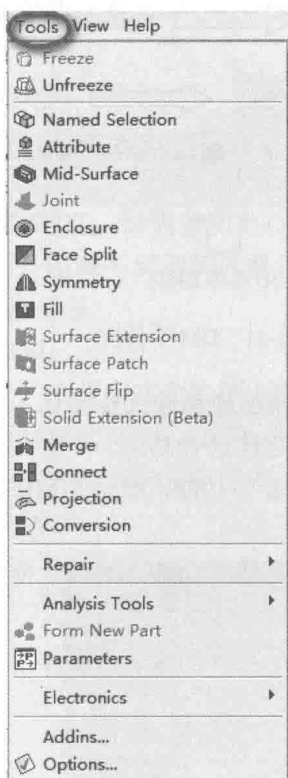

图 1-8 Tools 子菜单
- (4) Tools: 用于整体建模操作、参数管理以及制定程序等工具, 如图 1-8 所示。